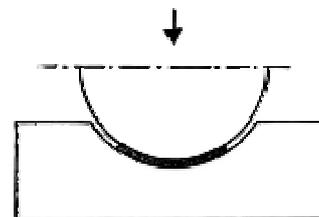

Abb. 15:
2. Der Versuch, den eben erwähnten Biegevorgang mit links zu erledigen, geht scheußlich daneben. Hier bedarf es einer Vorkehrung. Ein Holzklötz von 50x50x35 mm und ein Stück Rundmaterial oder ein Rohr sind schon alles. Der Klotz wird durchbohrt (9 des Bohrers ca. 22 mm) und dann geteilt. (Das Abfallstück wird bei Op. 5 dringend benötigt.) Die Bohrung ist im Durchmesser um ca. 1 mm größer als der Dorn. Der eigentliche Biegevorgang beginnt damit, daß der Block so positioniert wird, daß er mit einer Schraubzwinde zu erreichen ist. Der zehn Minuten lang gewässerte Streife wird jetzt in die Nute gelegt, der auf der Herdplatte erwärmte Dorn obendrauf, und die Zwinde macht dann den Rest (Abb. 15). Fünf Minuten sollte man der ganzen Biegechose schon zum Erkalten lassen. Die gebogene Leiste, die meist etwas in der Holzform klebt, wird von der Längsseite her mit einem scharfen Messerchen abgehoben.